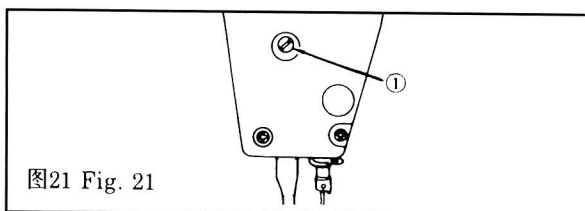

图21 Fig. 21
15. 压杆高度的调节(图 21)
15. ADJUSTING THE HEIGHT OF THE PRESSER BAR (Fig.21)